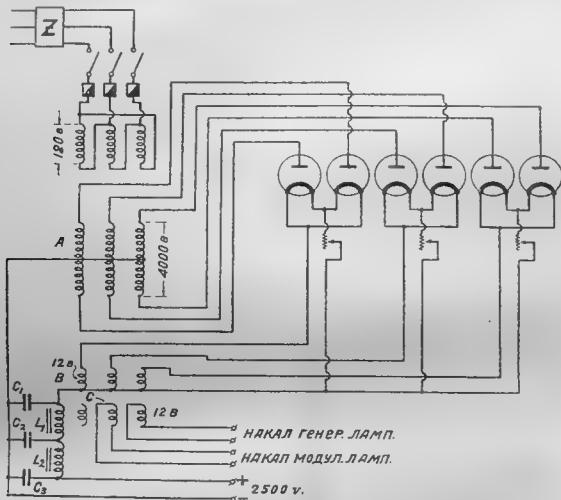

Рис. 1 Выпрямительная схема.
Из приводимой на рис. 1 схемы видно, что питание передатчика производится от переменного 50 пер. городского тока через 3-фазный трансформатор, повышающий напряжение с 120 вольт до 4000 в. Помимо обмоток высокого напряжения (A), трансформатор имеет еще дополнительные понижающие обмотки, служащие для питания цепей накала всех без исключения ламп: выпрямительных (B), 2-х генераторных и 2-х модуляторных (C). (Одна из вторичных обмоток, как видно на рис. 1, остается неиспользованной). Все обмотки тщательно изолированы друг от друга и от корпуса трансформатора, так как между ними высокое напряжение, что видно из выделенной схемы передатчика.